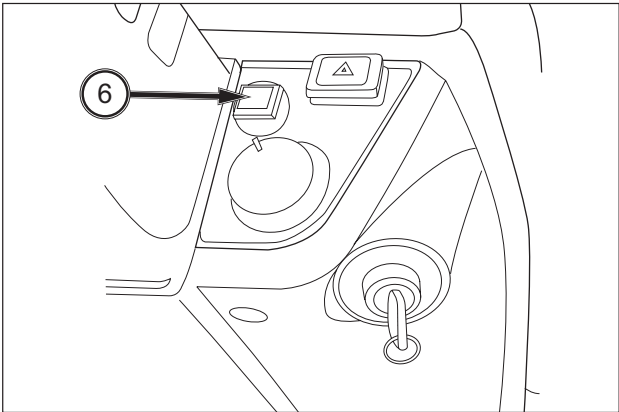

ABB. 88
**ABB. 88:** Das Druckventil (7) wird aktiviert, sobald die Zapfwellenkupplung (5) anläuft, sodass die Zapfwelle mit minimalem Stoß eingerückt werden kann. Die Einstellung des Modusschalters (6) vereinfacht das optimale Einrücken der Zapfwelle.